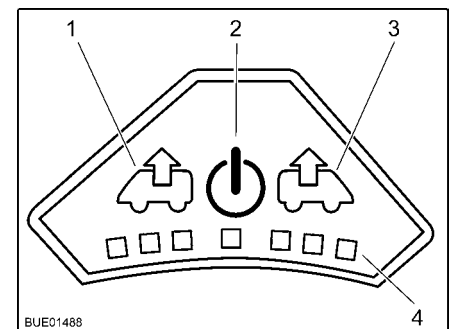

Bild 112 Fläktreglage
- Tryck på på/av-knappen (Bild 112,2). Fläkten går i komfortläge (vädring med lägsta fläktvarvtal).
- För att höja fläktvarvtalet: Tryck på vädringsknappen (Bild 112,1). Fläktvarvtalet i vädringsriktningen ökar en nivå. Lampor (Bild 112,4) visar de olika nivåerna.
- För att minska fläktvarvtalet: Tryck på ventilationsknappen (Bild 112,3). Fläktvarvtalet minskar en nivå.
- För att höja fläktvarvtalet: Tryck på ventilationsknappen (Bild 112,3). Fläktvarvtalet i ventilationsriktningen ökar en nivå. Lampor (Bild 112,4) visar de olika nivåerna.
- För att minska fläktvarvtalet: Tryck på vädringsknappen (Bild 112,1). Fläktvarvtalet minskar en nivå.
- Tryck på på/av-knappen (Bild 112,2). Fläkten stannar och lamporna släcks.